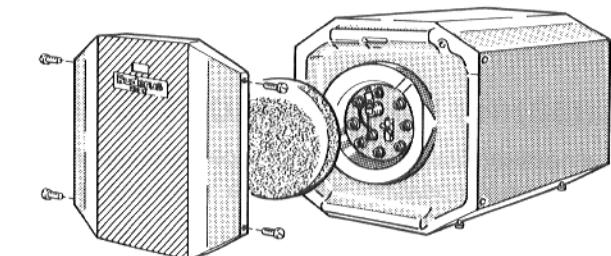

Рис. 12
- Вывинтить слева и справа по 2 винта из боковых стенок (рис. 12).
- Снять переднюю стенку бойлера в направлении вперед и устраниТЬ теплоизоляционную шайбу из мягкого пенопласта (рис. 12).
- Вставить перед крышкой ручного отверстия теплоизоляционную шайбу и привинтить переднюю стенку на каждой стороне, слева и справа, двумя болтами (рис. 12).